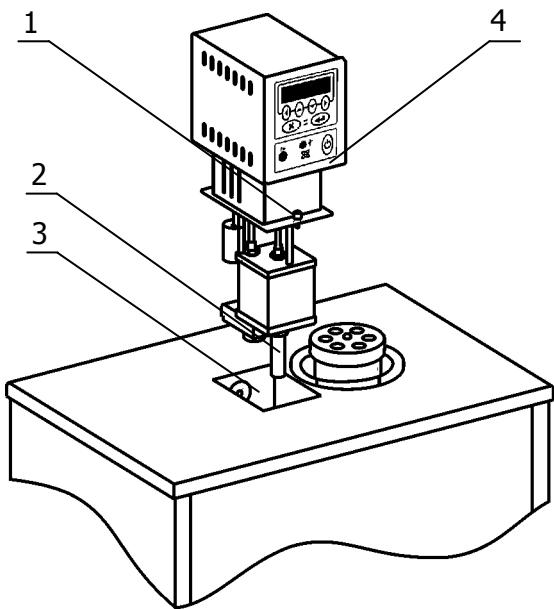

Рисунок 3 — Установка блока регулирования температуры
2.2.3 Вставить трубку 2 в выходной патрубок блока регулирования 4 косым срезом до упора (если она не была установлена заводом-изготовителем) и зафиксировать ее винтом. Установить блок регулирования температуры 4 в отверстие в крышке корпуса термостата 3, чтобы выходная трубка 2 попала в муфту на дне ванны. После установки закрепить блок регулирования на крышке винтовыми фиксаторами 1 (рисунок 3).